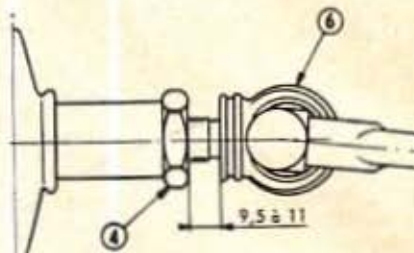

Fig. 133. — Réglage de la position de l'œil de crémaillère
• Visser l'œil de crémaillère 6 pour obtenir un dépassement de filetage de 9,5 à 11 mm, le contre-écrou 4 étant en appui sur la crémaillère (fig. 133).